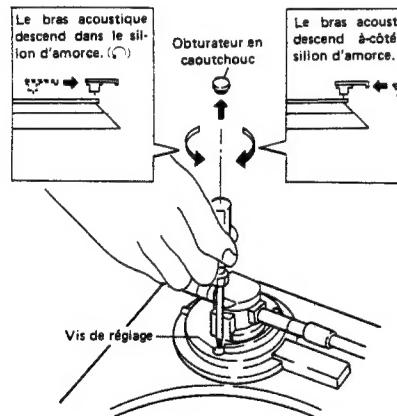

Fig. 14-1 Position de descente de la pointe de lecture
- Retirer l'obturateur en caoutchouc (Fig. 14-1).